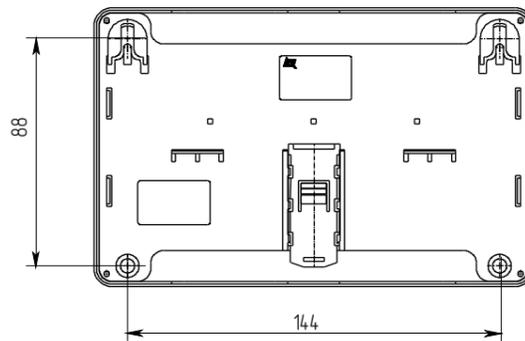

Рисунок 12
- смонтировать адресную метку на DIN-рейку или на стену, используя отверстия в основании (Рисунок 12);